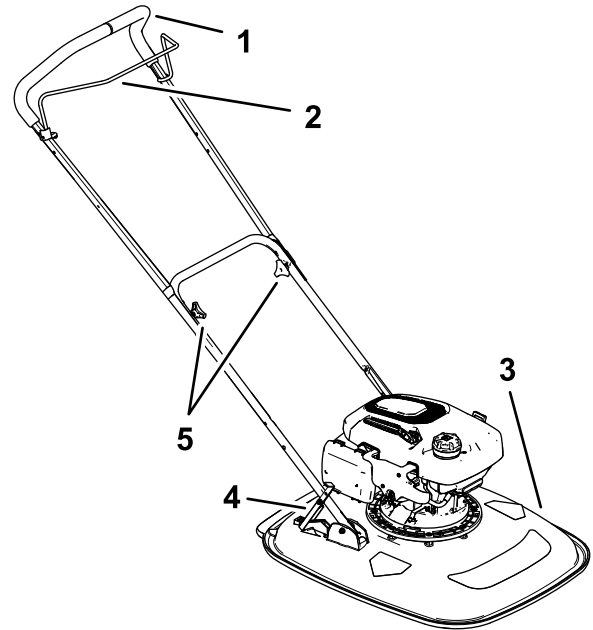

Figuur 16
5. Check het oliepeil van de peilstok (Figuur 16).